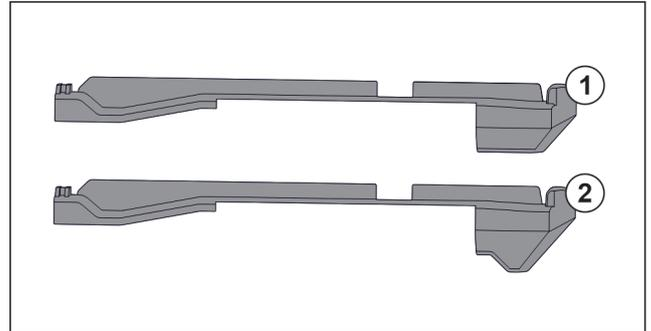

Fig. 78 Confronto degli elementi inseribili
Nell'apparecchiatura si trovano due diversi elementi inseribili. L'elemento inseribile sopra il cassetto più in basso Fig. 78 (2) presenta un bordo triangolare. Tutti gli altri elementi inseribili Fig. 78 (1) dispongono di un bordo diritto.
- Applicare l'elemento inseribile Fig. 78 (2) con il bordo triangolare sopra il cassetto più in basso.
- Applicare l'elemento inseribile Fig. 78 (1) con il bordo diritto su tutti gli altri punti.